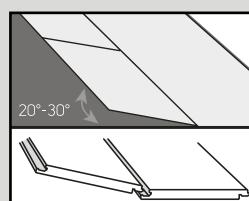
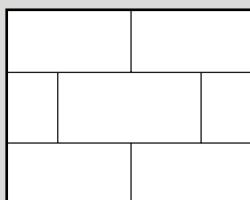
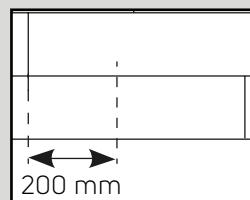

Fig. 3
Fig. 3a
Fig. 3b
- Empiece la segunda fila embonando la lengüeta en la ranura, sujetando el tablón en un ángulo aproximadamente de 30° y empuje el tablón/azulejo con firmeza en la ranura de la primera fila. Instale el siguiente tablón/azulejo embonando la lengüeta y la ranura a lo largo del borde corto. Junte la lengüeta y la ranura en el lado largo. Facilite la unión de la lengüeta y la ranura en el lado más largo inclinando angularmente el tablón/azulejo entre sí (Fig. 3). Los azulejos y los tablones deben ser instalados en "intervalos", de manera que las cuatro esquinas nunca se encuentren (Fig. 3a y Fig. 3b)."